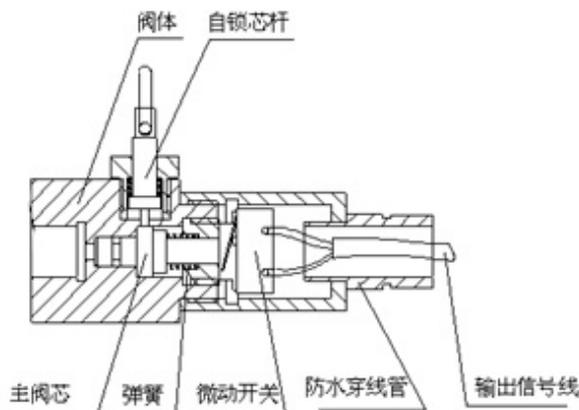

图 26 信号反馈装置
**组成：**由阀体、主阀芯、弹簧、微动开关、自锁芯杆、防水穿线管、输出信号线等组成（如图 26）。